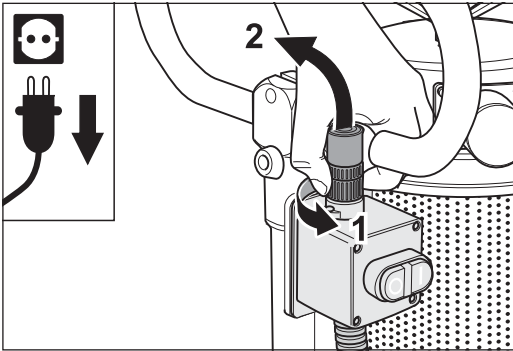

Abb. 67 Am Ein-/Aus-Schalter den Gewinding des Kabelsteckers **gegen den Uhrzeigersinn** schrauben (1) und den Kabelstecker nach oben abziehen (2).
- 3 Schrauben Sie am Ein-/Aus-Schalter den Gewinding des Kabelsteckers **gegen den Uhrzeigersinn** (Abb. 67, 1). Ziehen Sie den Kabelstecker nach oben ab (Abb. 67, 2).